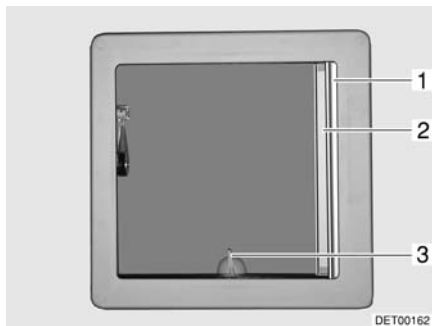
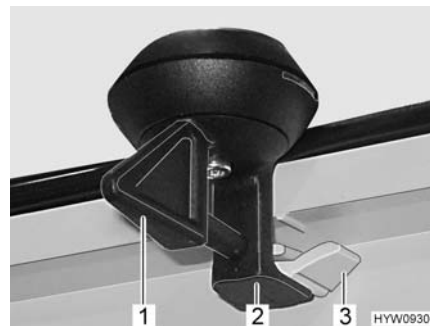

Fig. 46 Oblò inclinabile
Fig. 47 Bloccaggio (oblò inclinabile)
- Ruotare la leva (Fig. 47,1 o Fig. 46,3) di un quarto di giro.
- Girare la leva di un quarto di giro. Il bloccaggio (Fig. 47,2) deve entrare nell'aggancio inferiore (Fig. 47,3).
- Tirare la tendina oscurante pieghevole (Fig. 46,1) fino alla posizione desiderata e rilasciare. La tendina oscurante pieghevole rimane in questa posizione.
- Estrarre la zanzariera a rullo (Fig. 46,2) fino a quando non scatta il bloccaggio dalla parte opposta.